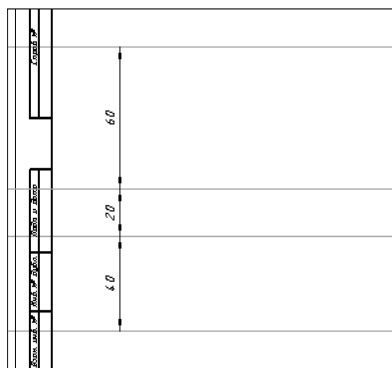

Рис. 87
- На рис. 87 показаны размеры только для понимания правильного расположения горизонтальных линий.